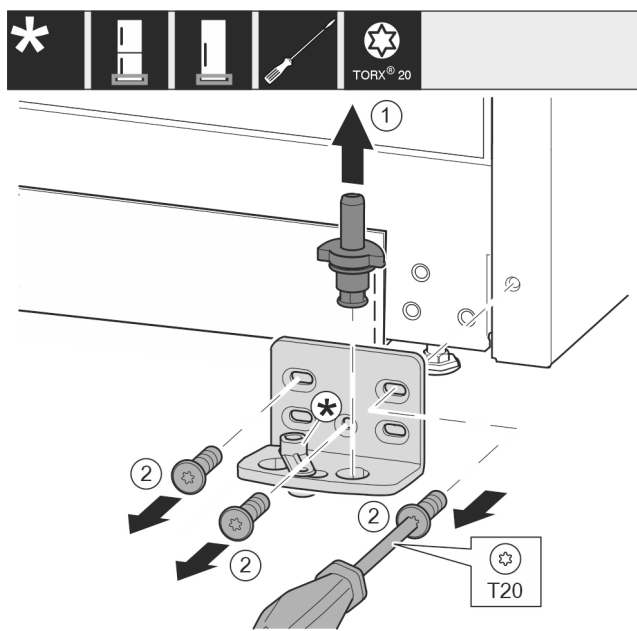

Fig. 13
- ▶ Ložiskový čep celý vytáhněte nahoru. Fig. 13 (1)
- ▶ Šroubovákem T20 vyšroubujte šrouby a odeberte stojan ložiska. Fig. 13 (2)